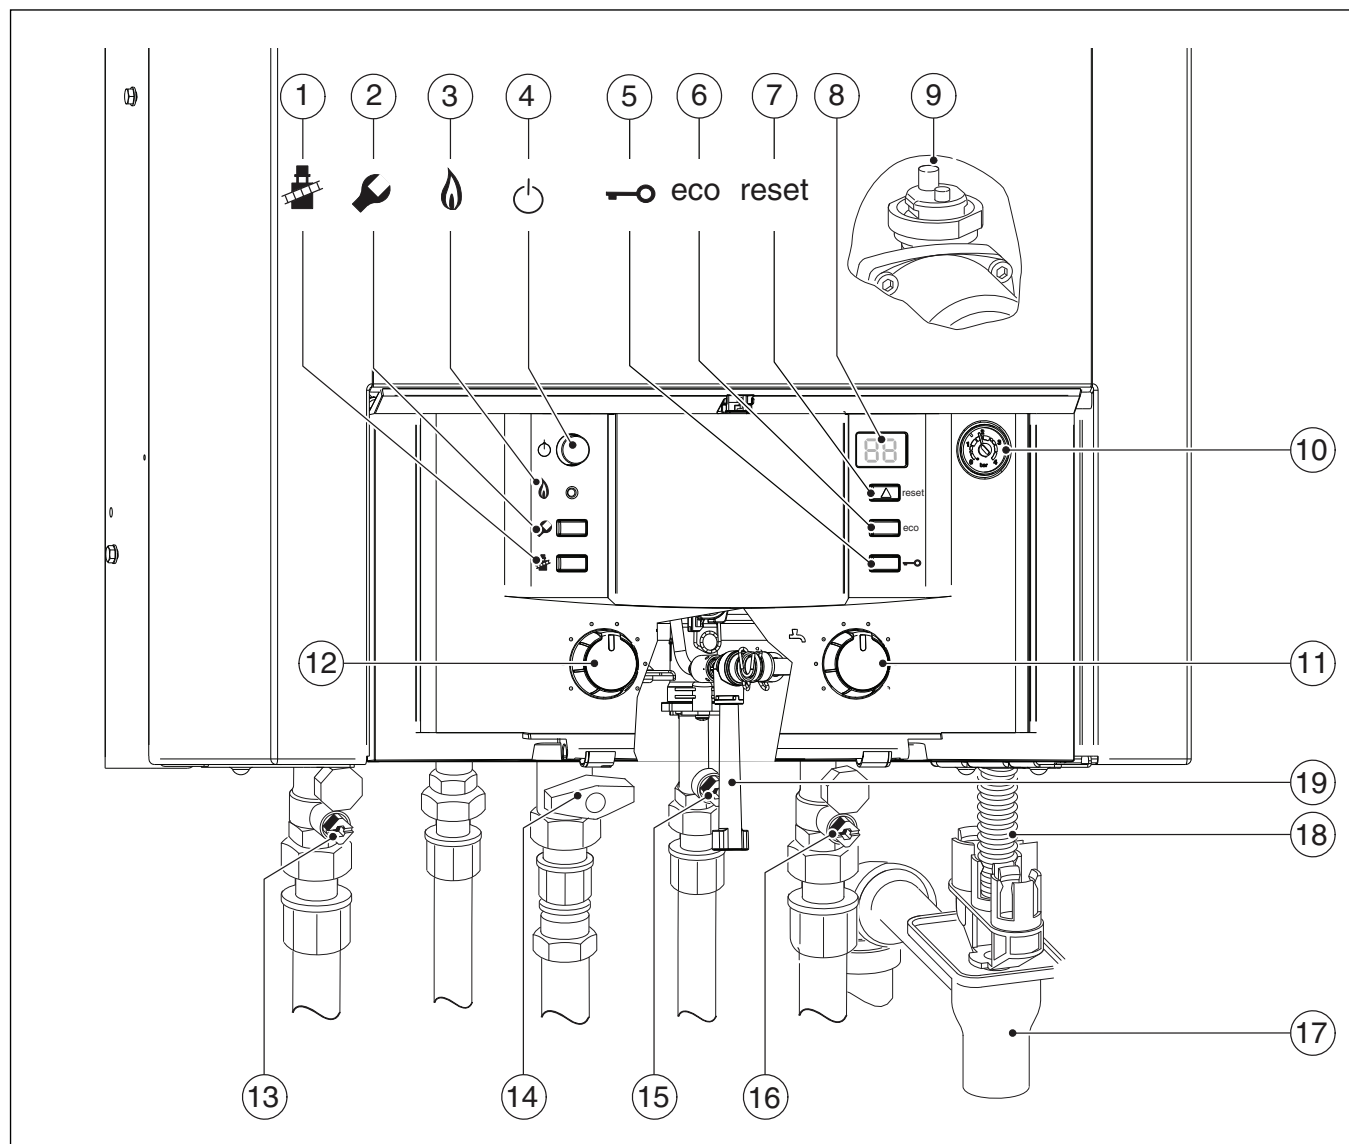

Fig. 20
- ▶ Aprire lo sfiato d'aria automatico (→ Fig. 20, [9]).
- ▶ Aprire il rubinetto dell'acqua fredda (→ Fig. 20, [15]) e lasciare un rubinetto di prelievo sanitario aperto fino a quando non cominci ad arrivare l'acqua.
- ▶ Aprire i rubinetti di mandata e ritorno del riscaldamento (→ Fig. 20, [13 e 16]) e aprire un rubinetto di prelievo sanitario fino a quando non comincia ad erogare acqua calda.
- ▶ Aprire il rubinetto del gas (→ Fig. 20, [14]).